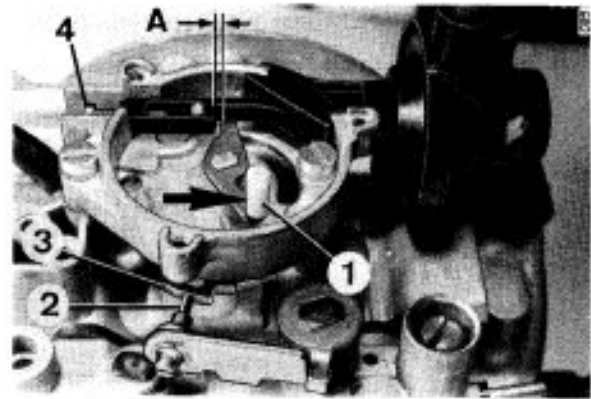
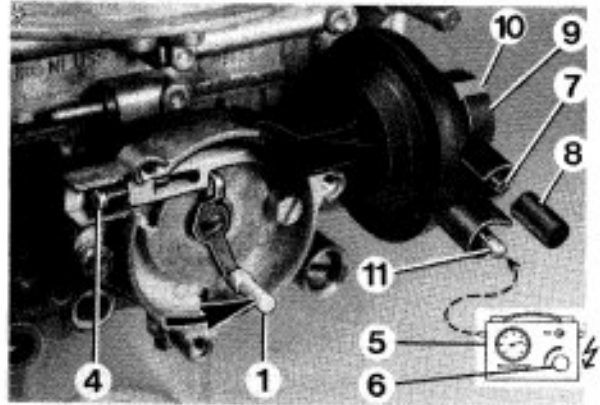
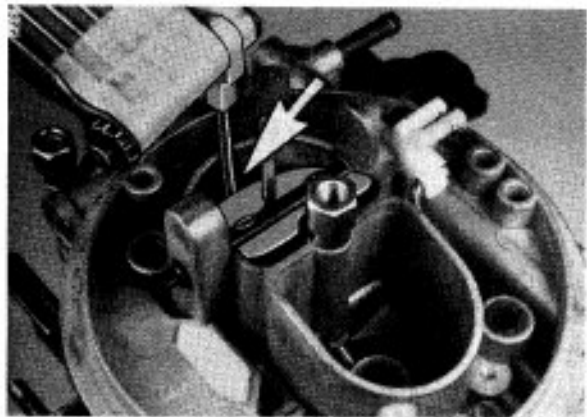

Bild 33
Bild 37
Bild 38
Einstellschraube (2) Bild 33 auf höchste Stufe der Stufenscheibe (3).
6.3 Starterklappenspalt (Bild 37, 38)
Schraube (2) gemäß Bild 33 auf höchste Stufe der Stufenscheibe (3).
- Anschluß (7) mit Kappe (8) verschließen und Druckdifferenz (ca. 750 mbar) herstellen.
- Hebel (1) leicht in Pfeilrichtung drücken und Spaltmaß gemäß Bild 38 prüfen.
- Korrektur an Schraube (4) Bild 37.
- Reduzierdüse (11), falls vorhanden, entfernen.
- Kappe (8) vom Anschluß (7) abnehmen und Vakuumtester einschalten. (Regelventil (6) geschlossen).
- Durch Drücken des Hebels (1) in Pfeilrichtung Druckdifferenz von 200 ± 50 mbar herstellen und Spaltmaß gemäß Bild 38 prüfen.
- Korrektur an Schraube (9) Bild 37.
- Reduzierdüse (11) montieren.
- Schraube (2) auf höchste Stufe der Stufenscheibe (3) stellen.
- Anschluß (7) Bild 37 mit Kappe verschließen, Vakuumtester gemäß Bild anschließen und Druckdifferenz herstellen.
- Hebel (1) in Pfeilrichtung drücken und Drosselklappe anheben.
- Drosselklappe loslassen und Abstand „B“ zwischen Schraube (2) und höchster Stufe der Stufenscheibe (3) prüfen.